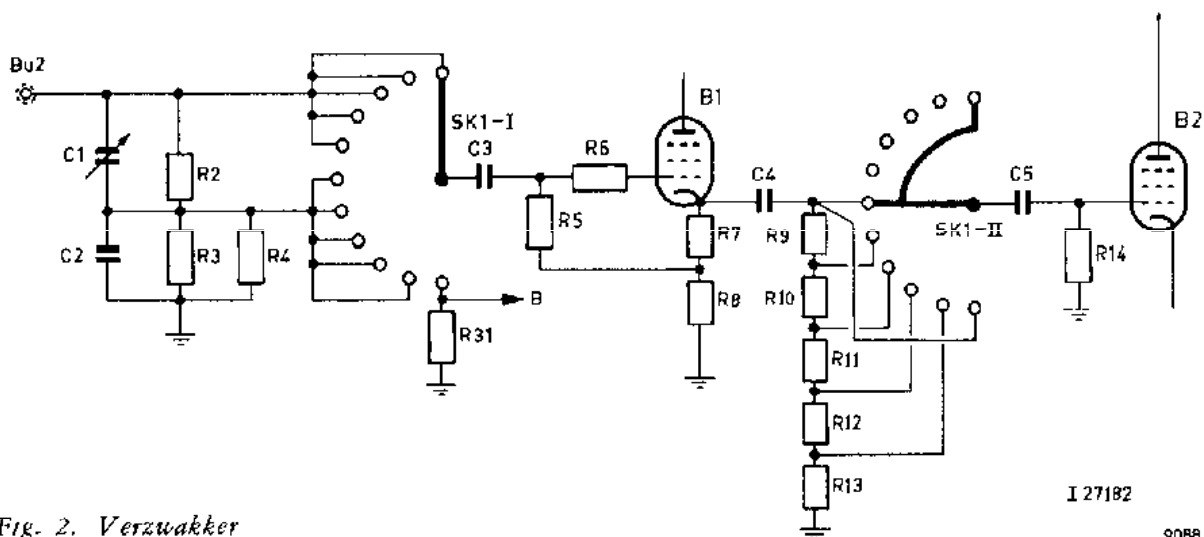

Fig. 2. Verzwakker
a. Verzwakker (zie fig. 2)
stand „CAL.”: gelijk aan stand „10 mV - 300 V”, doch op de ingang van de versterker wordt via punt B (fig. 2) de tussen E en D aanwezige wisselspanning aangesloten (schakelaar SK1 in stand „CAL.”).